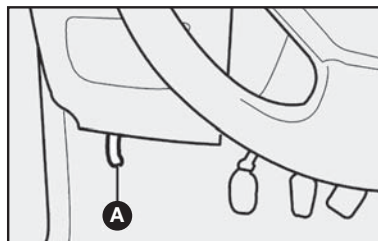

fig. 61
- 1) puxar a alavanca **A**-fig. 61.